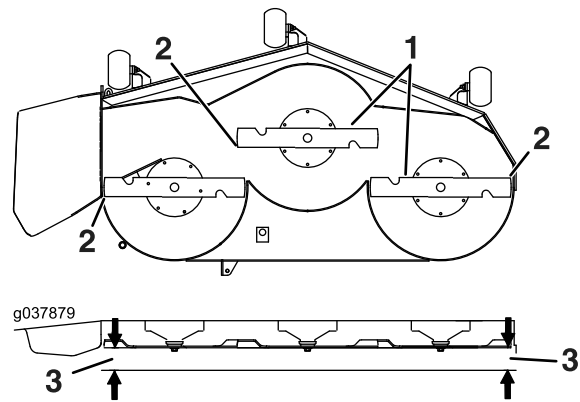

Figura 86
6. Mida entre la punta de la cuchilla y la superficie plana (Figura 86). Si ambas mediciones no están dentro de los 5 mm (3/16"), ajuste la nivelación; siga con este procedimiento.
14. Gire cuidadosamente las cuchillas colocándolas perpendicularmente al sentido de avance de la máquina (Figura 86).